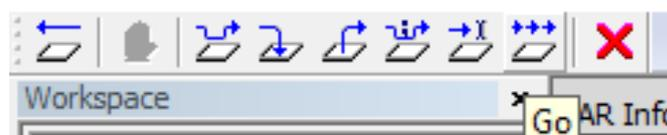

Рис. 3.15. Запуск программы
13. Далее можно запускать программу, как показано на рис. 3.15.